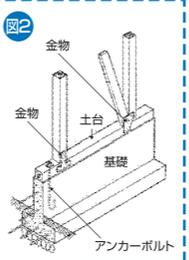

図2
- 土台は、アンカーボルト(図2)によって、基礎とつながれていること。
下の図2のように、